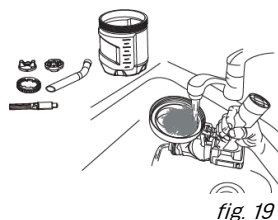

fig. 19
17. Si une matière à base d'eau est utilisée, nettoyez le pulvérisateur en faisant circuler de l'eau dans le tube plongeur (fig. 19).